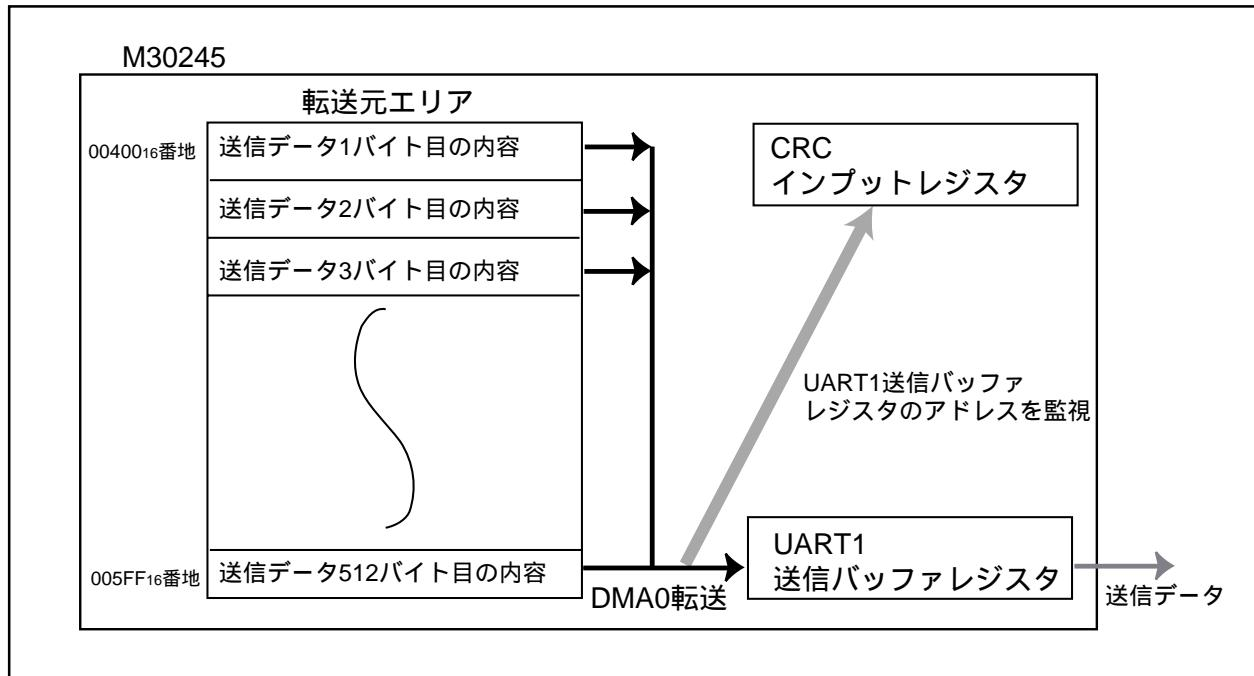
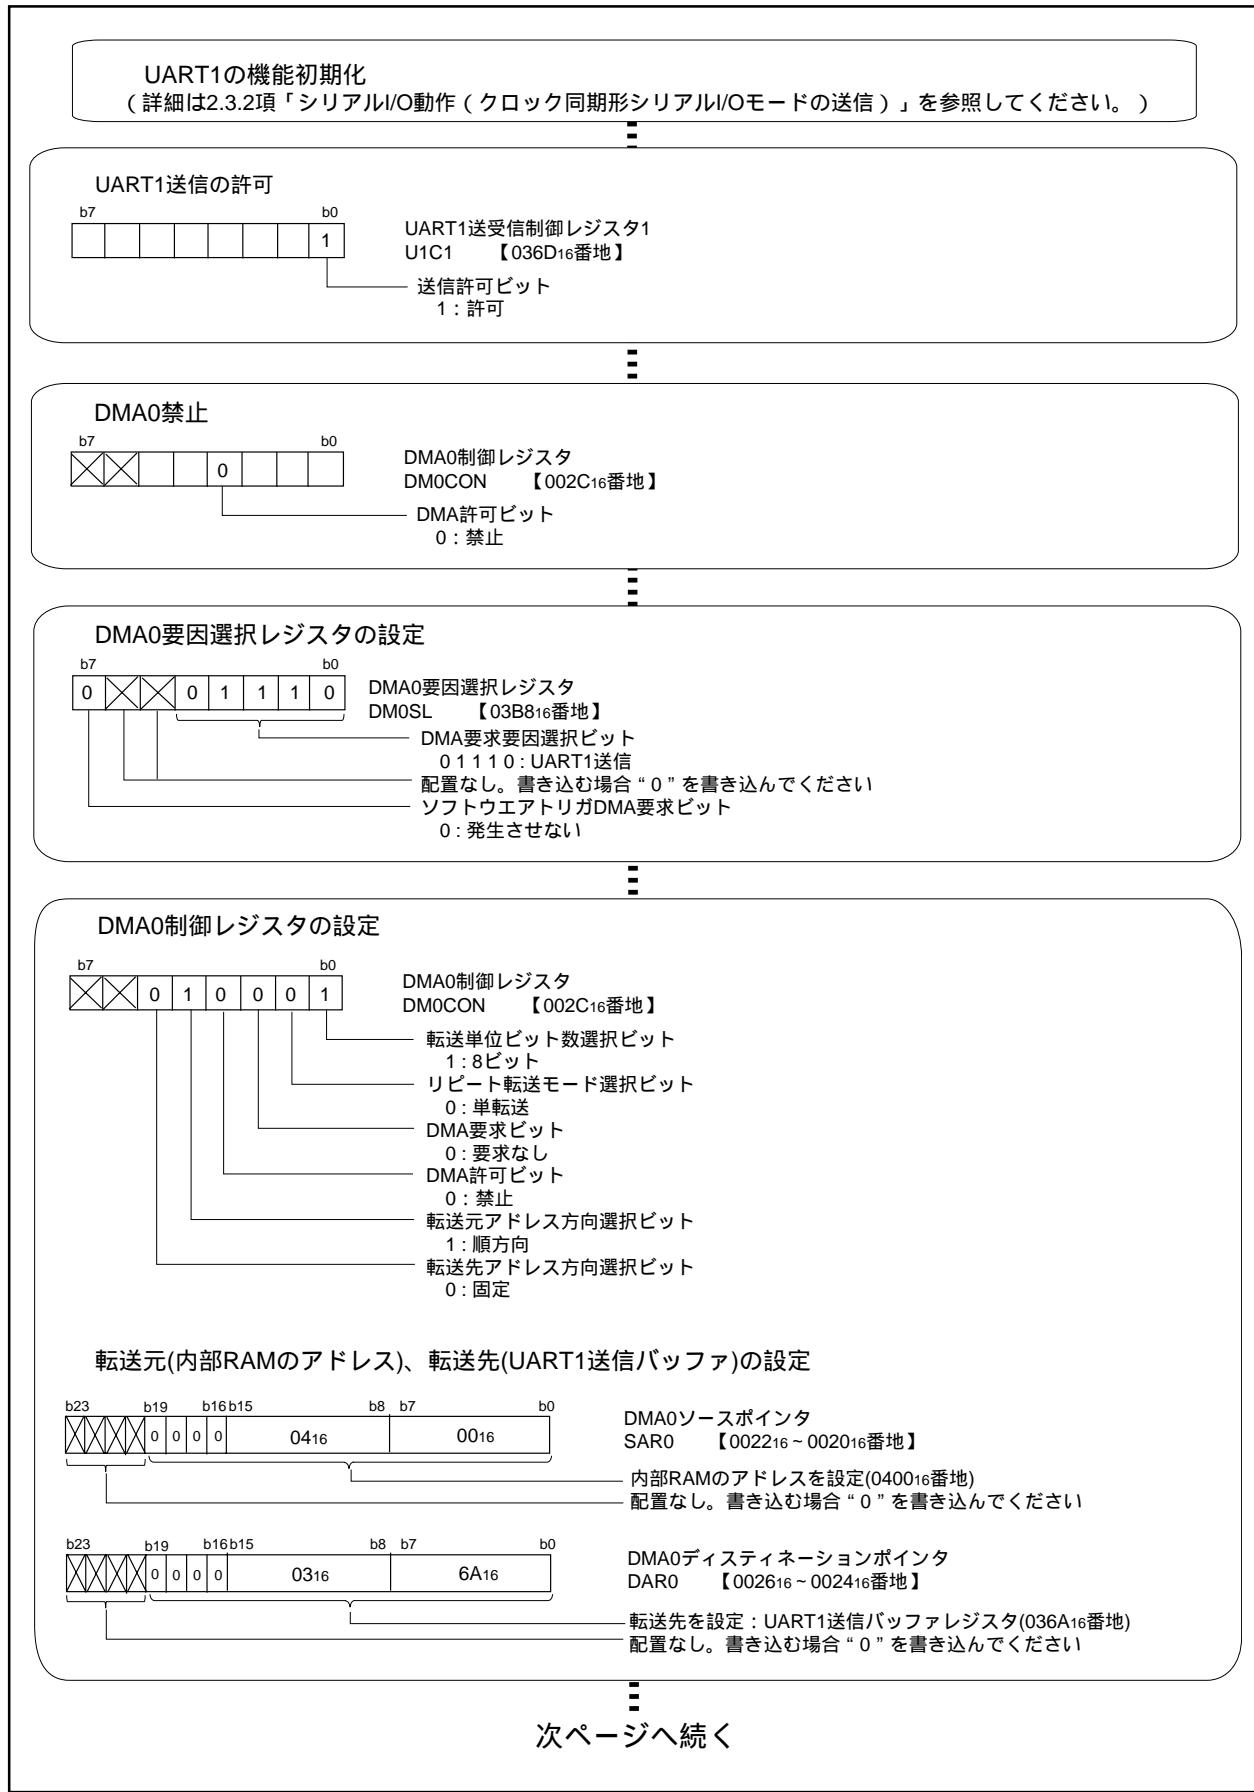
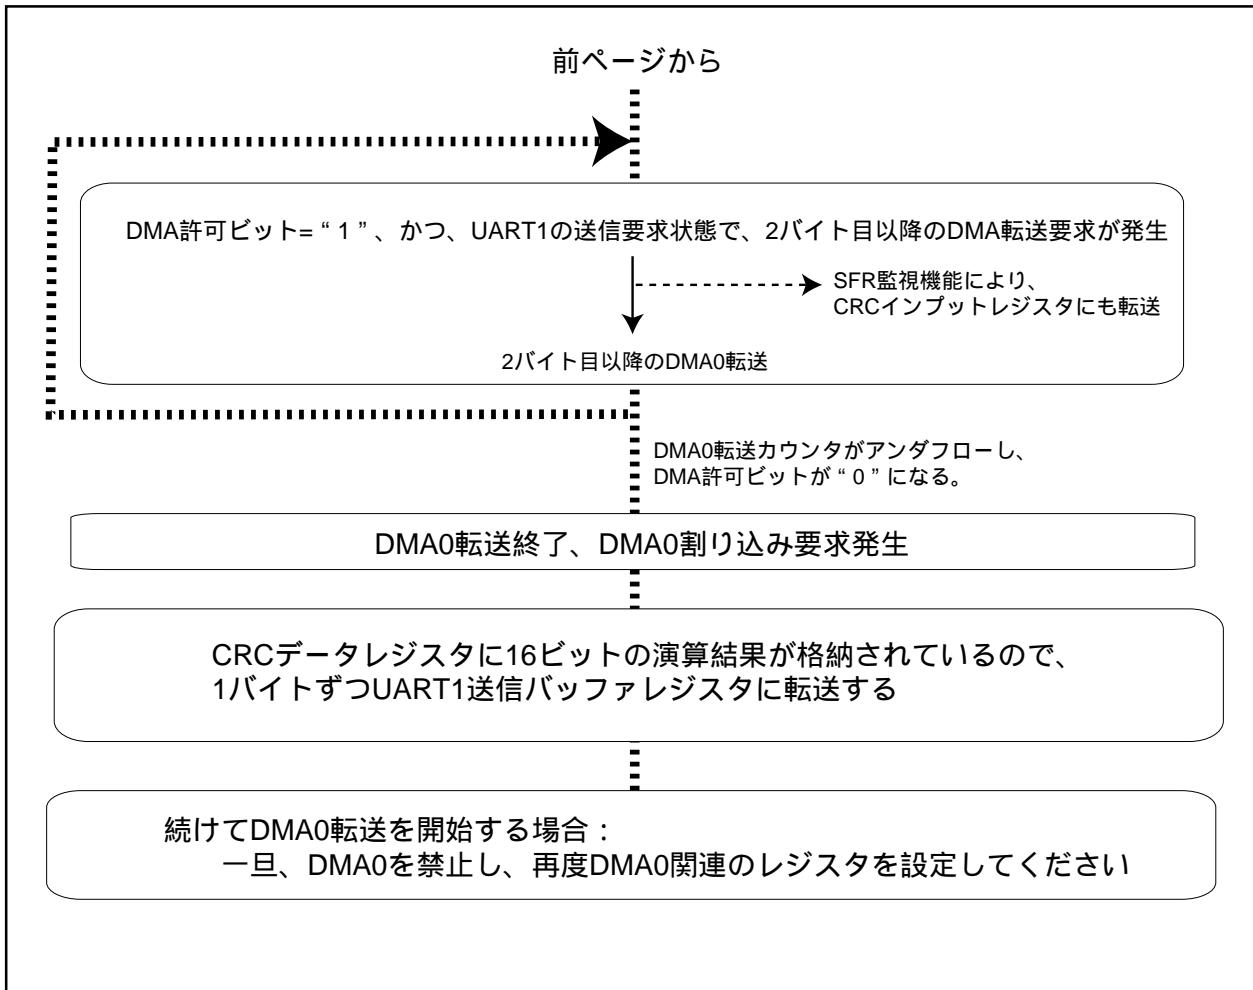

図3.6.1. RAMからUARTへのDMA転送とSFR監視機能のブロック図
図3.6.2. SFR監視機能を使用したRAMからUARTへのDMA転送設定手順例(1)
図3.6.4. SFR監視機能を使用したRAMからUARTへのDMA転送設定手順例(3)
**概 要** DMAC を使用して、内部RAM からUART1 へデータ転送し、SFR アクセス監視機能を使用し、その結果をUART1 へ転送します。ブロック図を図3.6.1に、設定手順を図3.6.2～図3.6.4に示します。